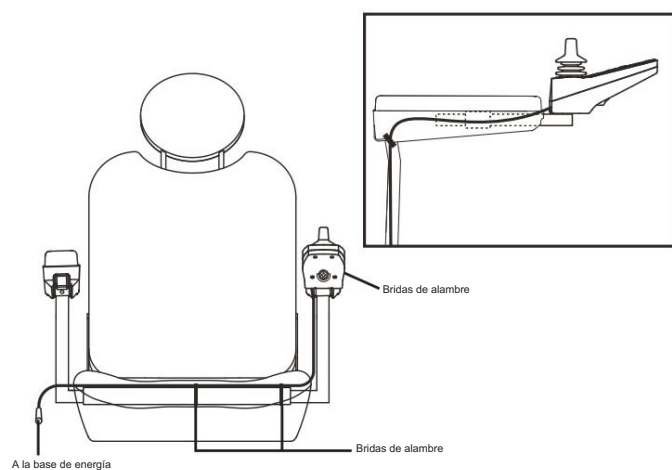

Figura 6. Enrutamiento del arnés del controlador en un asiento Contour
11. Asegure el arnés del controlador al apoyabrazos con un cable Lazos. Véase la figura 6.